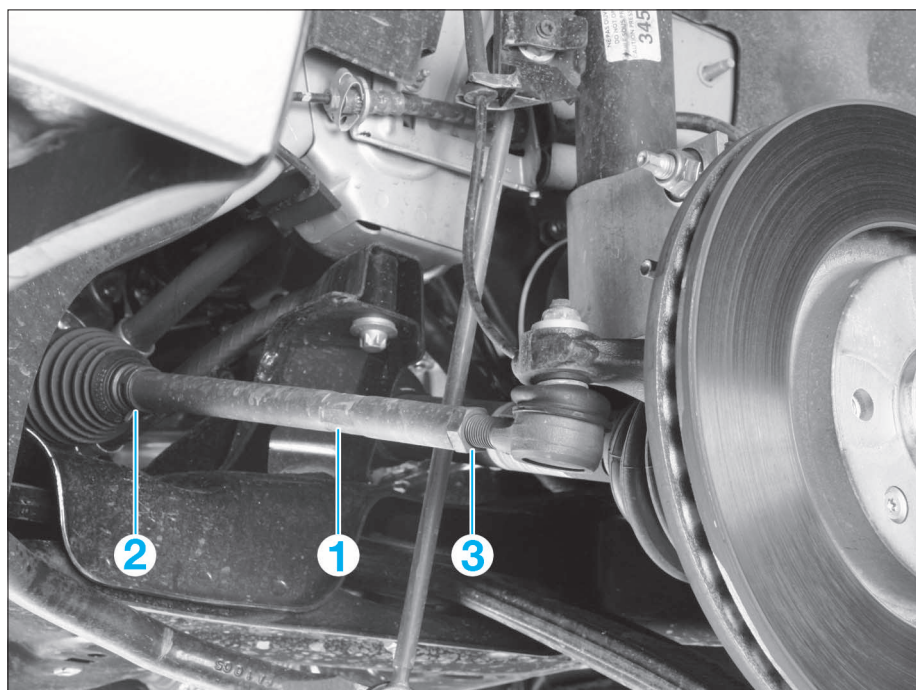

FIG. 5
Le parallélisme se règle par l'allongement ou le raccourcissement de la longueur des biellettes de direction (1), en les tournant par leur empreinte hexagonale, après avoir desserré le collier (2) et le contre-écrou (3) (Fig.5).